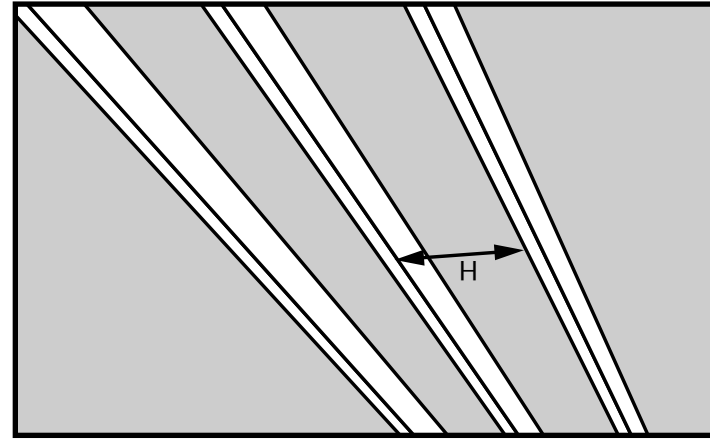

Figura 12
PASO 1. Mida la longitud "H" de travesaño entre las vigas según se muestra en la Figura 12.